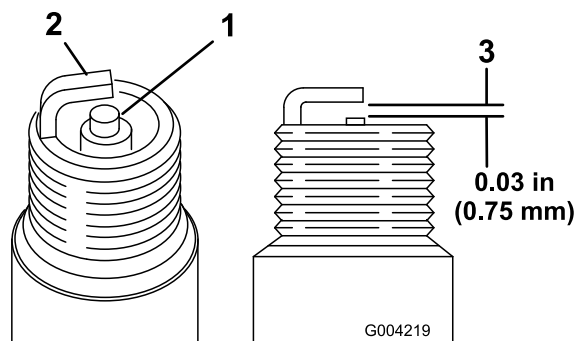

Figure 24
1. Examinez le centre des bougies (Figure 24). Si le bec de l'isolateur est recouvert d'un léger dépôt gris ou brun, le moteur fonctionne correctement. S'il est couvert d'un dépôt noir, c'est généralement signe que le filtre à air est encrassé.
2. Contrôlez l'écartement entre l'électrode centrale et l'électrode latérale (Figure 24).
3. Courbez l'électrode latérale (Figure 24) si l'écartement est incorrect.